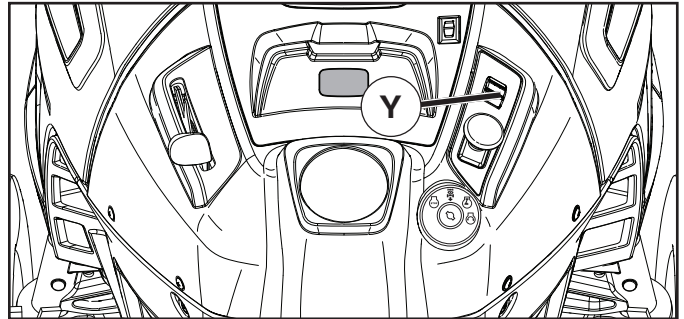

Fig. 21
- Con el pedal (K) de marcha adelante apretado a la velocidad deseada, mover la palanca de mando de cruceo hacia adelante hasta la posición "SET" y mantenerla mientras se levanta el pie del pedal, luego soltar la palanca (J) de mando de cruceo.
CÓMO USAR EL CONTROL DEL CIERRE DIFERENCIAL (Y) (Ver la Fig. 21)